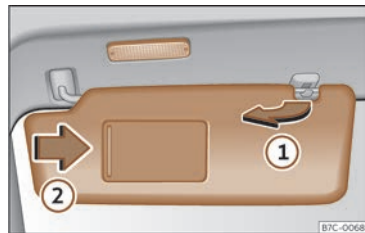

Fig. 84 Parasolarul
- Parasolarul poate fi scos din cadru și rotit spre ușă >>> **fig. 84 ①**.